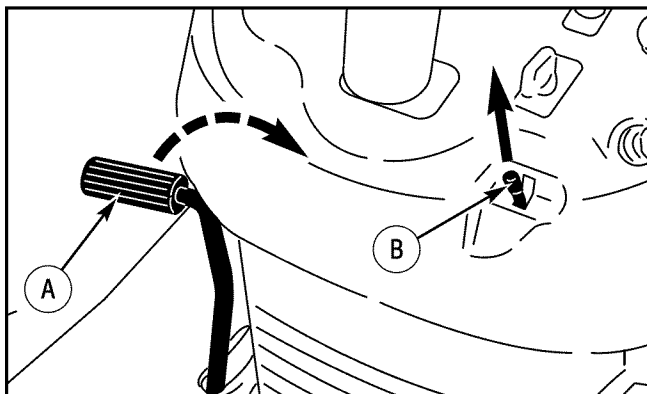

Figura 14: Freno de mano
2. Levante la **palanca del freno de mano** (Figura 14).
**ADVERTENCIA:** Antes de dejar la posición del usuario, mueva el pedal de control de velocidad a la posición neutral (N). Fije el freno de mano. Mueva el control de rotación de las cuchillas a la posición **DESACOPLAR**. Pare el motor y quite la llave de encendido.